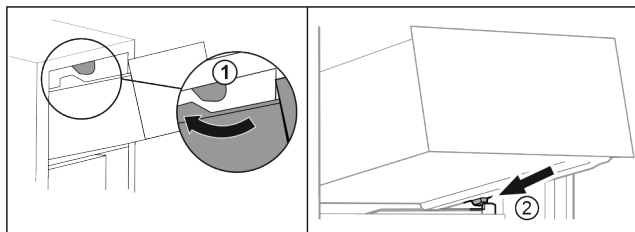

Fig. 90
- ▶ Predal speljite okrog zgornjih zaustavljalnikov. Fig. 90 (1)
- ▶ Predal postavite v poševnem položaju za spodnjimi zaustavljalniki na nastavek za posodo. Fig. 90 (2)